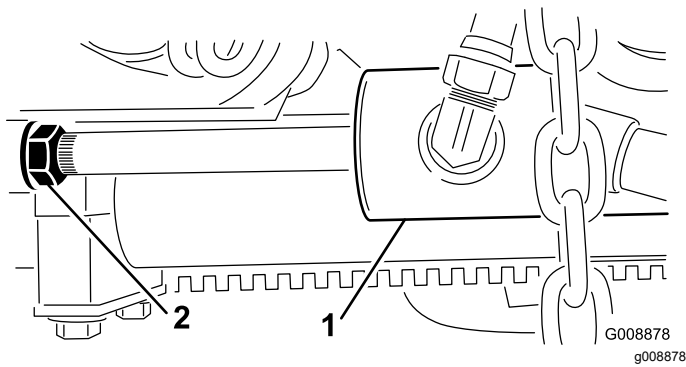

Figura 29
- Afloje la contratuerca de la varilla del cilindro de elevación (Figura 29).